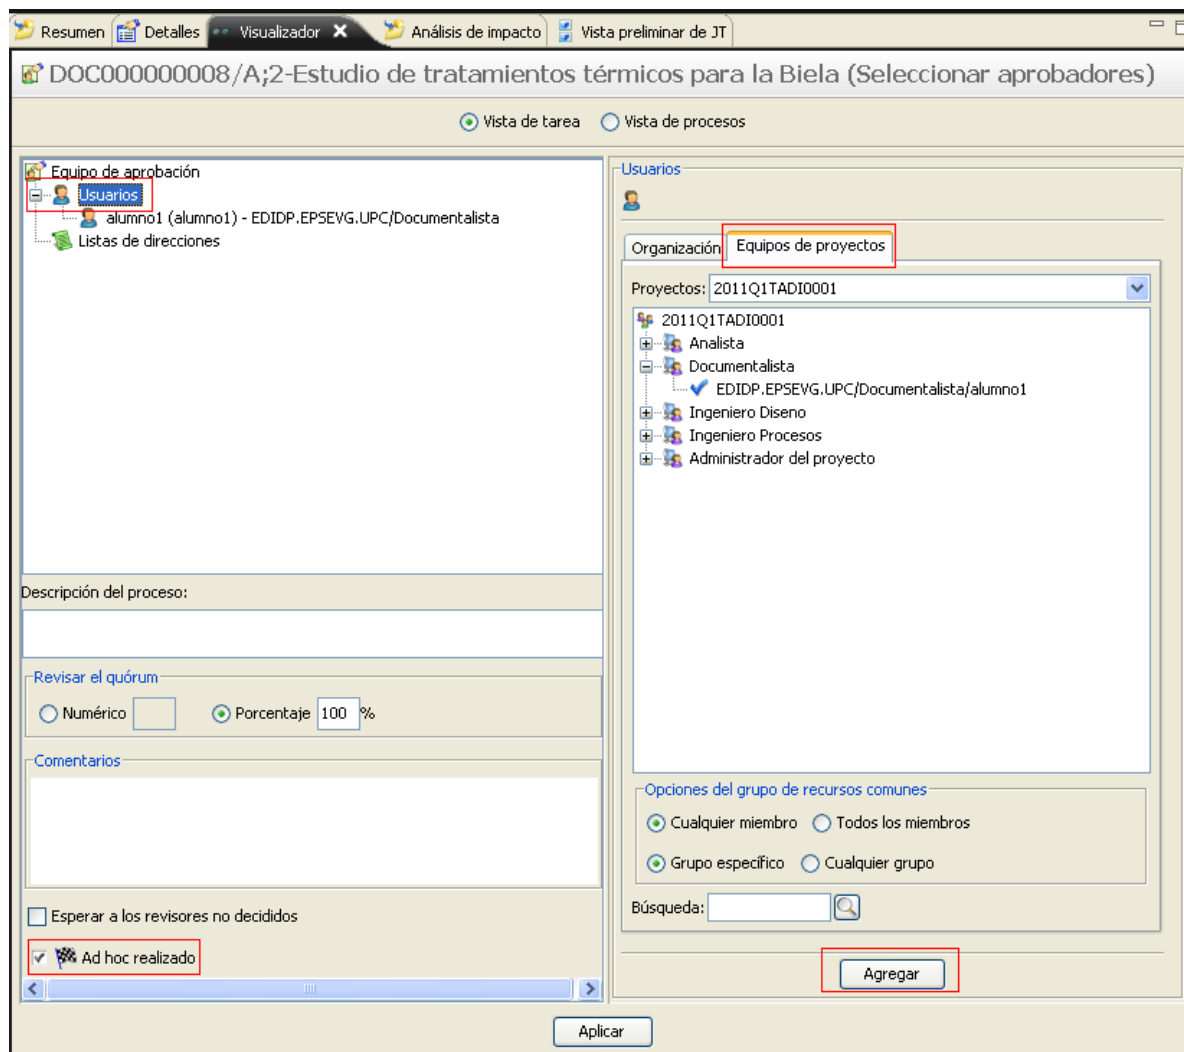

Ilustración 93: Asignación de Usuarios
11. Hacer click en “Usuarios”, recuadrado en rojo en la siguiente Ilustración 93: Asignación de Usuarios.
12. Hacer click en la pestaña “Equipos de proyectos”, recuadrado en rojo en la siguiente Ilustración 93: Asignación de Usuarios.
recuadrado en rojo en la Ilustración 93: Asignación de Usuarios.
15. Marcar el checkbox “Ad hoc realizado”, recuadrado en rojo en la Ilustración 93: Asignación de Usuarios